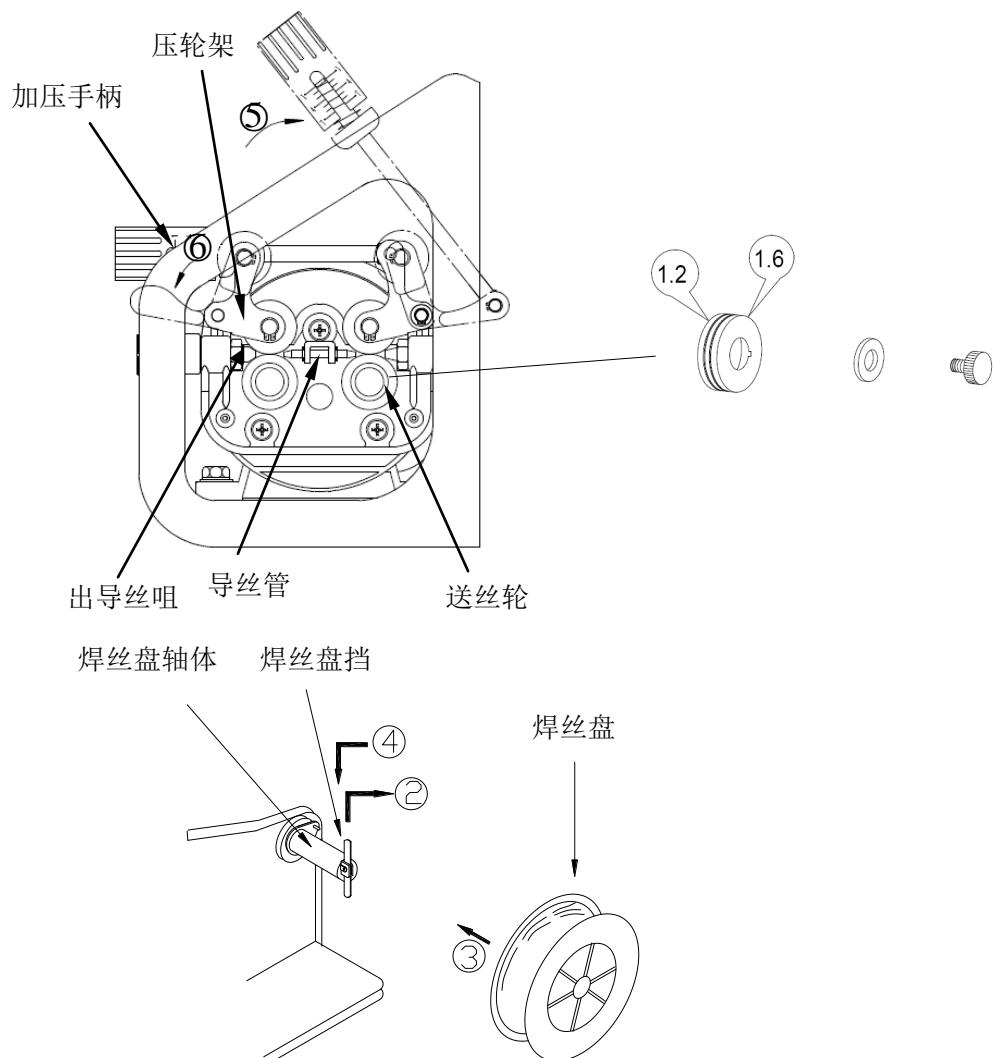

图 6 焊丝安装示意图
- 第一步：请您仔细确认送丝轮的规格是否与焊接用的焊丝规格一致，然后装焊丝（如图 6 所示）。
- ① 确认送丝轮靠内的送丝槽径是焊接用丝的直径，否则就须将送丝轮卸下选取与焊丝的直径一致的送丝轮槽径，并将这个槽靠内安装好；
- ② 焊丝盘挡块提起后水平扳倒；
- ③ 焊丝盘装在焊丝盘轴体上；